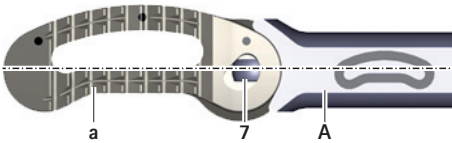

Abb. 8 Implantat auf 0°-Position
- Probeimplantat **D** auf 0°-Position am Einsetzinstrument **A** halten, siehe Abb. 8.
- Implantat auf 0°-Position halten, siehe Abb. 8.